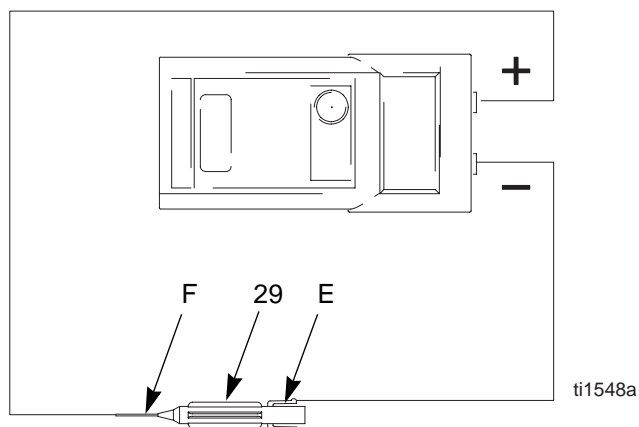

Fig. 7. Elettrodo
4. Rimuovere l'elettrodo (29), pagina 27. Misurare la resistenza tra il contatto (E) ed il filo dell'elettrodo (F). La resistenza deve essere compresa fra 20 e 30 megaohm. Se fuori dalla gamma, sostituire l'elettrodo. Vedere FIG. 7.